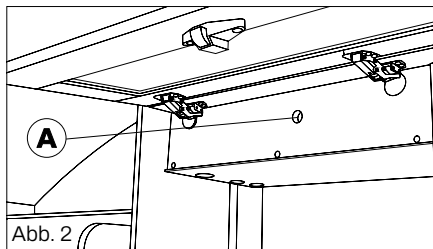

Abb. 2
Schritt 2 Suchen Sie den Motorraum des Bettes. Er befindet sich je nach Fahrzeugtyp links oder rechts an den vorderen Oberschränken und ist daran zu erkennen, dass er ein Loch **A** hat, in das die Stange eingeführt wird (Abb. 2).